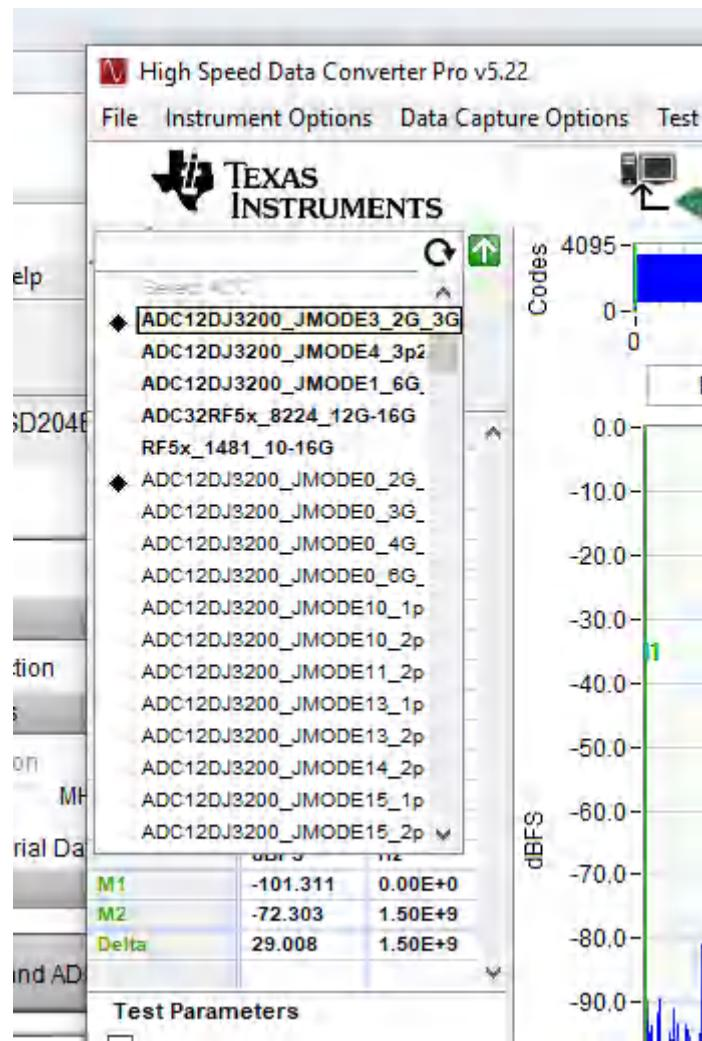

图 6-3. 在 HSDC 专业版 GUI 程序中选择 **ADC12DJ3200_JMODE3_2G_3G**
- 启动 HSDC 专业版 GUI 程序。程序启动时，请先连接到 TSW14J58 EVM 板，然后在 *Select ADC* 下拉菜单下选择器件 *ADC12DJ3200_JMODE3_2G_3G*，如图 6-3 所示。